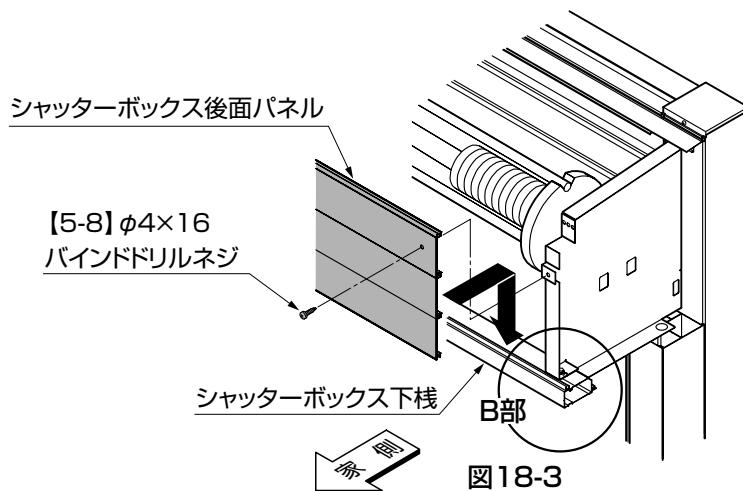

図18-3
- ①シャッターボックス後面パネルをシャッターボックス下棟のフィンに差込んで、両端を【5-8】でブラケット固定してください。（図18-3参照）